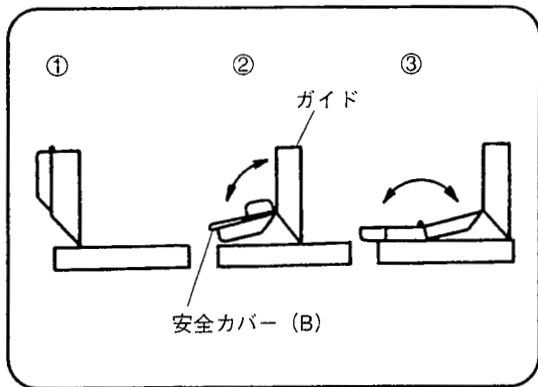

図 12
手押ガイドの前後に付いている安全カバーおよび安全カバー（B）（図 1-ロ、図 2-ロ、図 12 参照）は、身体がかな刃に触れるのを防ぐものです。必ずかな刃を覆うよう滑らかに動くことを確認してください。
- 注** ● ガイドを移動するとガイドの裏側にかんな刃が露出しますので、安全カバー（B）を図 12 のように動かして露出したかんな刃を覆ってください。